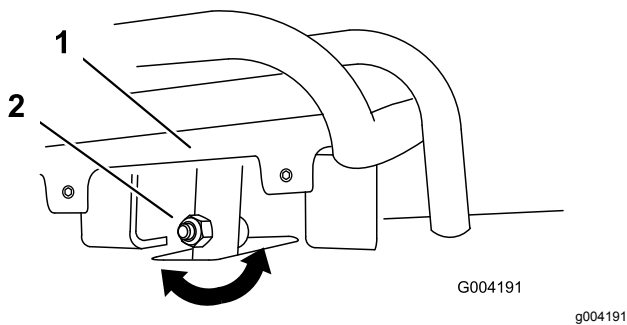
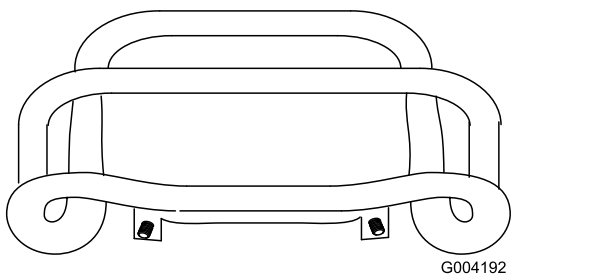

Bild 56
Bild 57
4. Wenn die Vorderseite des Fahrtriebs nicht bündig und gleichmäßig am Anschlagbügel bleibt, lösen Sie die Bundmutter und die Schraube im Schaft des Fahrtriebs (Bild 56).
5. Stellen Sie den Fahrtriebshebel so ein, dass er bündig am Anschlagbügel bleibt, wenn er gerade nach hinten gezogen wird (**Bild 56** und **Bild 57**).